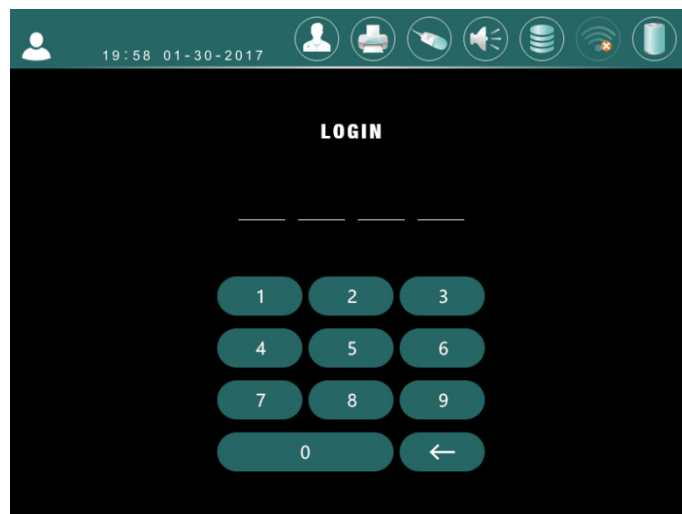

Bild 7-° Login Interface
7.3.1 Login Interface, Se Bild 7-°